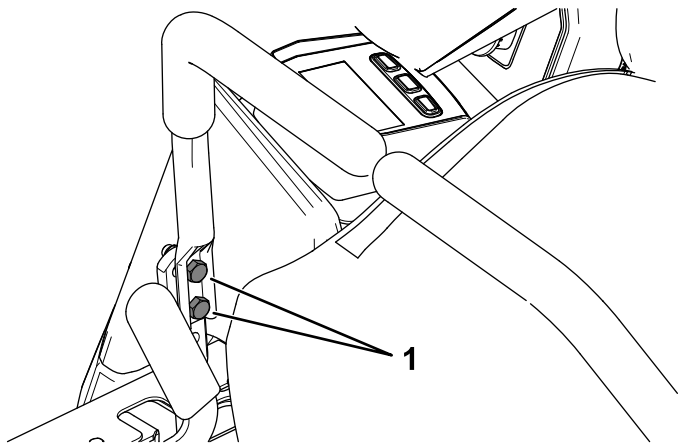

図 48
10. 位置合わせが必要な場合は、ずれている側のモーションコントロールレバー取り付けボルト2本を緩める (図 48)。
12. モーションコントロールレバー取り付けボルト2本を締め付ける (図 48)。